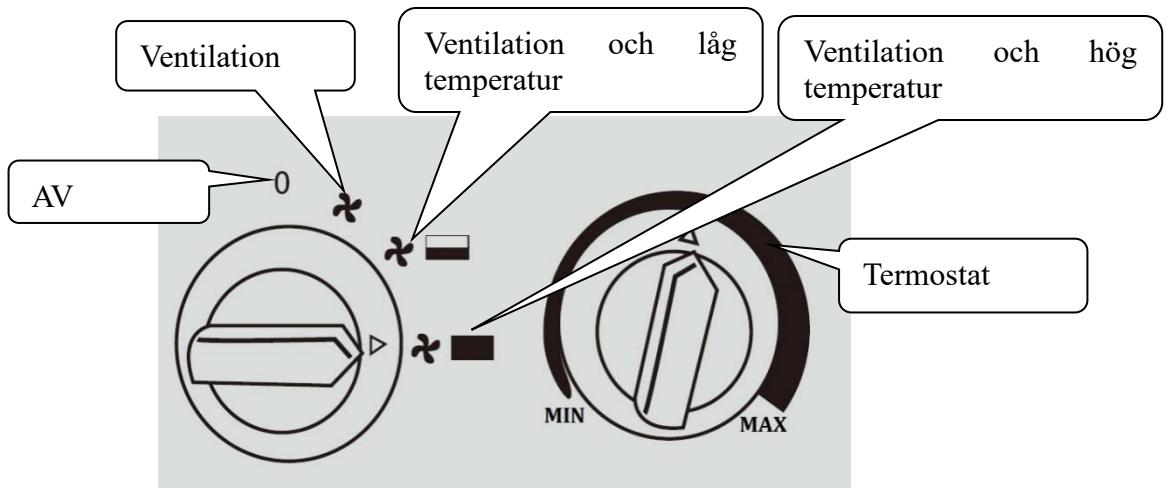

Bild 3
2. Vrid omkopplaren, välj passande inställning (Bild 3, 1 ventilation / 2 ventilation och låg temperatur / 3 ventilation och hög temperatur).
3. Vrid termostaten för att välja temperaturen (0 – 85 °C) (Bild 3, 4 termostat), värmefläkten startar.